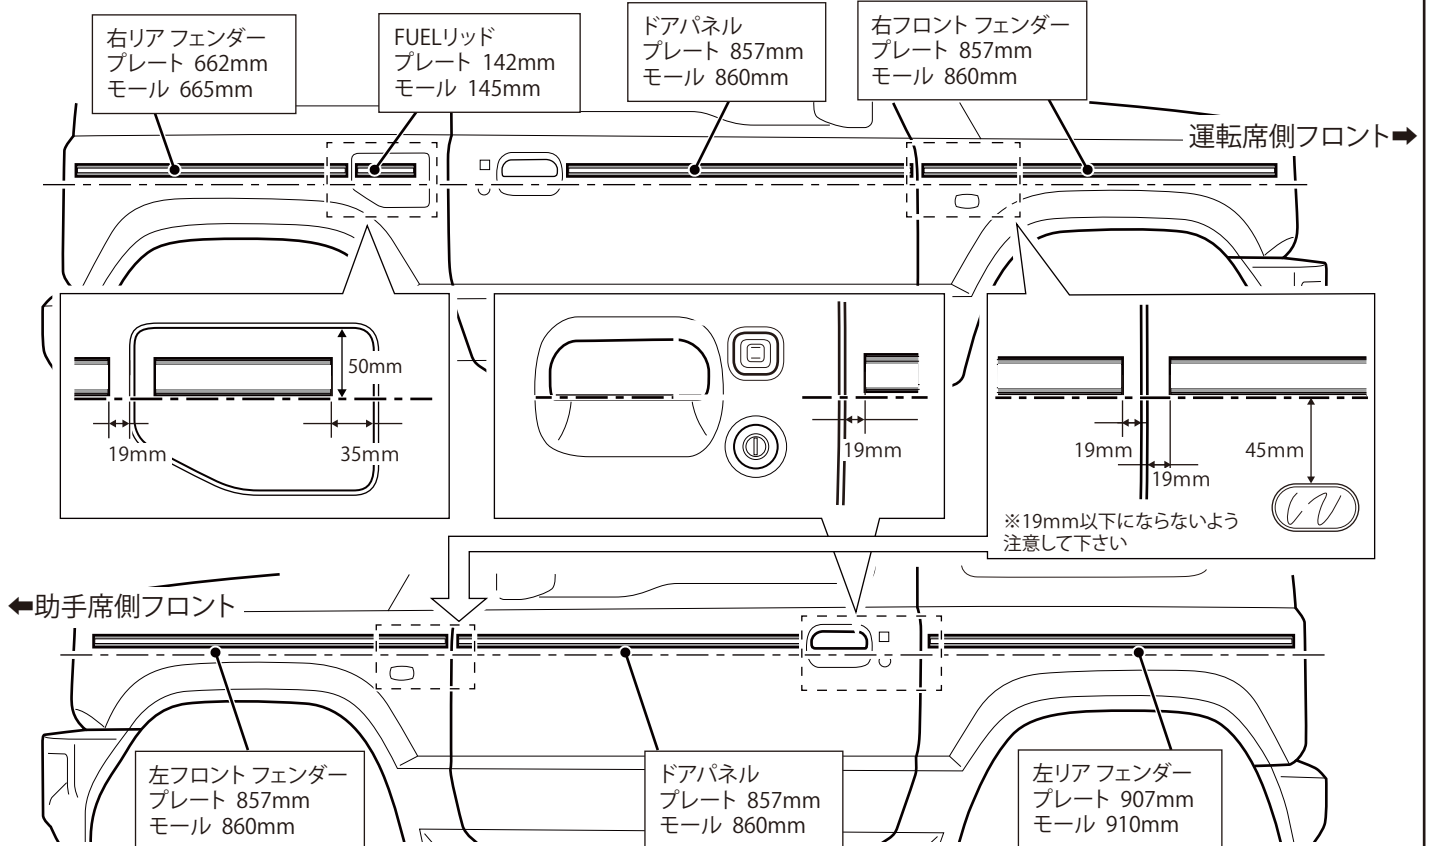

図3 ステンレスプレート貼付け
- ③ 図3を参考にリトルGトラディショナル/アドバンス オーバーフェンダーを車体に仮合わせして、さらに手順②で組付けた[A]フロントマッドフラップを車体及びオーバーフェンダーに仮合わせして図示の穴をオーバーフェンダーにマーキングし、[D]型紙を使用してφ8と角穴をあけます。